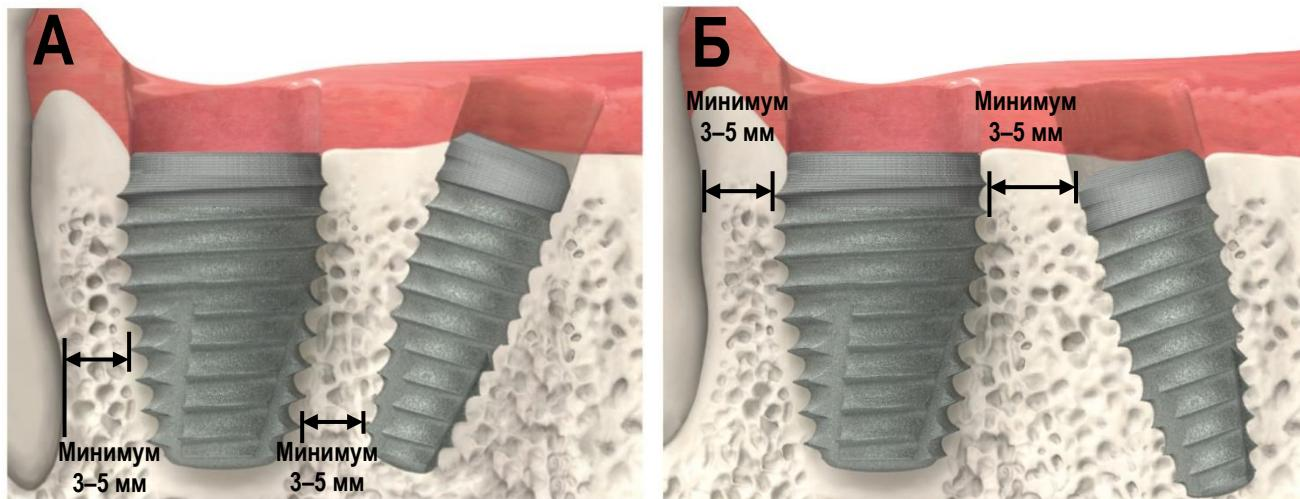

Рис. 1. Особые указания и меры предосторожности (3)
Зубные имплантаты могут сломаться при функциональной нагрузке по ряду причин, включая чрезмерную нагрузку из-за неправильной окклюзии, усталость металла и чрезмерное затягивание имплантата при установке. Определенная доля имплантатов может не достичь остеоинтеграции или не сохранить ее, что будет выражаться в подвижности таких имплантатов. Такие имплантаты необходимо удалить. К потенциальным причинам возникновения трещин на абатменте помимо прочего относятся: отливка под углом выше 30 градусов; отливка титана при температуре выше 2010 °F (1099 °C); недостаточная поддержка имплантата при соединении с зубами, имеющими периодонтальные повреждения; непассивная посадка верхней части конструкции; чрезмерная нагрузка из-за неправильной окклюзии; неполная посадка скрепленных цементом абатментов и чрезмерный вынос промежуточной части мостовидного протеза. Имплантаты малого диаметра с угловыми или прямыми абатментами предназначены для установки во фронтальном отделе и не предназначены для установки в дистальном отделе ротовой полости из-за риска несостоятельности имплантата. Имплантаты Tapered IM (1) предназначены для установки только в области моляров; (2) должны устанавливаться только по одному имплантату в одну лунку после удаления моляра; (3) должны устанавливаться на расстоянии 3–5 мм до смежных имплантатов или зубов от апикальной части имплантата и на расстоянии 3 мм до смежных имплантатов или зубов от коронковой части (Рис. 1); (4) должны находиться не ближе 1,5 мм от щечной или язычной альвеолярных поверхностей для обеспечения достаточной интеграции; (5) применяются в ситуациях, когда, по мнению хирурга, установка имплантата меньшего диаметра увеличит риск несостоятельности в результате недостаточной стабилизации или приведет к дополнительным хирургическим вмешательствам, сопряженным с осложнениями.